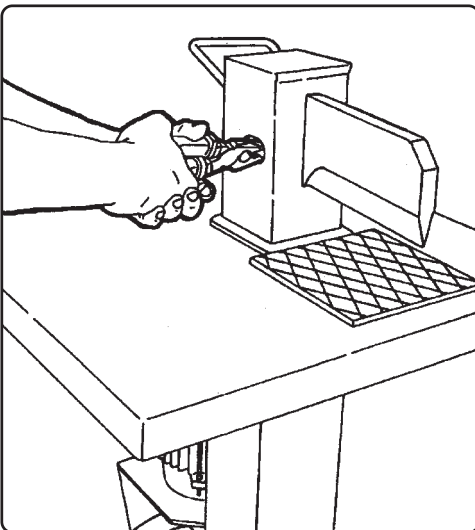

Fig. 8
- 2) Mithilfe einer Zange den Bolzen (Abb. 8) um 90° gegen den Uhrzeigersinn drehen, bis sich das Sperrsegment in horizontaler Position befindet; nun kann der Bolzen herausgezogen werden.